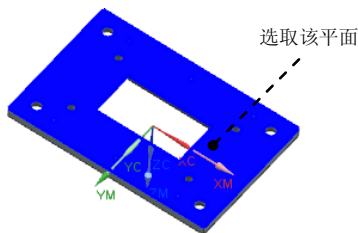

图 11.34 指定底面
Step4. 指定底面。单击“钻”对话框中  右侧的  按钮，系统弹出“底面”对话框；在“底面”对话框中的  下拉列表中选择  选项，选取图 11.34 所示的面；单击“底面”对话框中的  按钮，返回“钻”对话框。